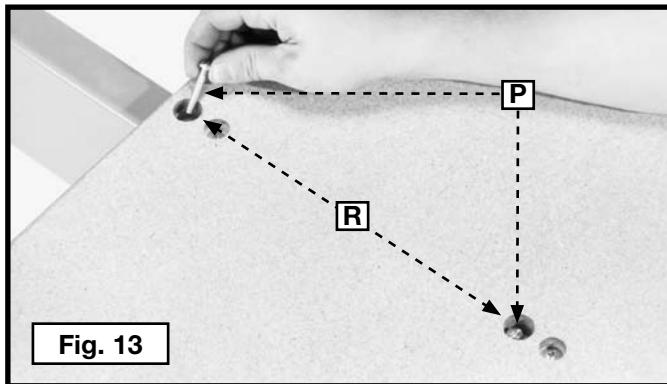
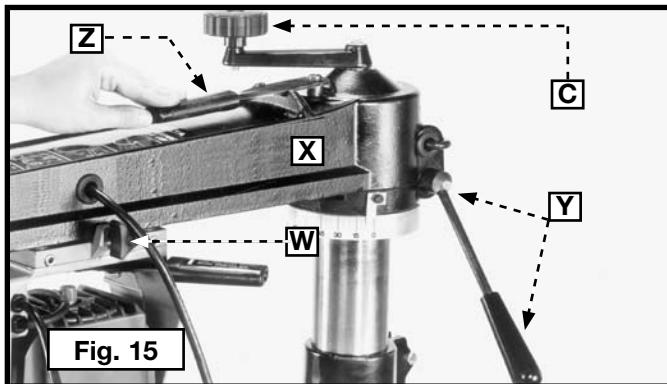
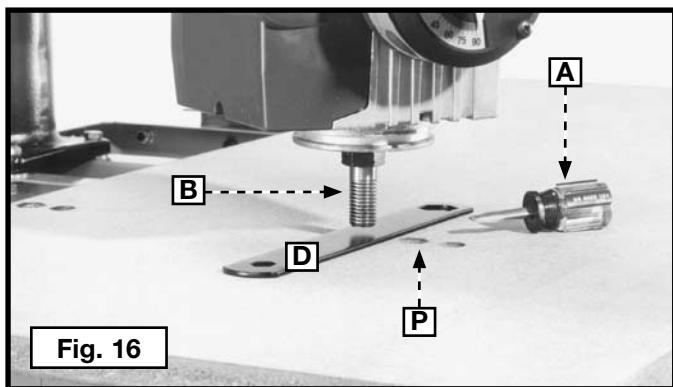

Fig. 13
Fig. 15
Fig. 16
- Desserrer la poignée de fixation du bras (Y) Figure 15.
**REMARQUE :** La poignée de fixation du bras (Y) Figure 13 est filetée à gauche. Appuyer sur la poignée de dégagement de l'indexation (Z) Figure 15, et faire pivoter le bras (X) vers la gauche jusqu'à ce que l'arbre du moteur (B) Figure 16 soit près de la vis d'ajustement avant gauche (P) Figure 13 de la planche du banc (A) Figure 13. Serrer la poignée de fixation du bras (Y) Figure 15.
11. Placer une clé pour arbre (D) Figure 16 entre la planche du banc (A) et l'arbre du moteur (B). Abaisser le bras (X) Figure 16 en tournant la poignée d'élévation (C) dans le sens inverse des aiguilles d'une montre jusqu'à ce que l'arbre du moteur (B) Figure 16 touche presque la clé pour arbre.